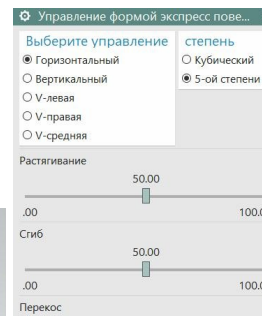
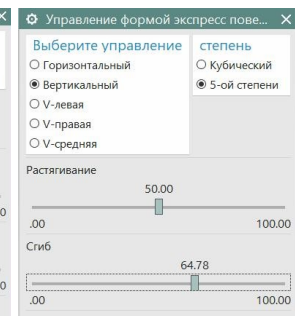

рис.9
рис.10
- Одновременно появляется дополнительное диалоговое окно (рис.9) с помощью движков и переключателей которого вы можете «искривить» эту поверхность «на глазок» (рис.10,11).